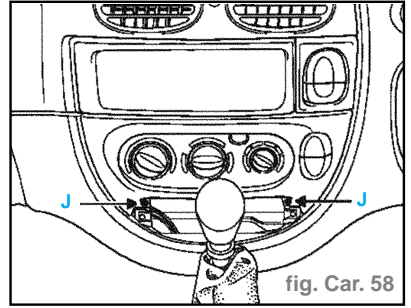

fig. Car. 58
- les deux vis (L) de la façade de commande de chauffage (fig. Car. 58).